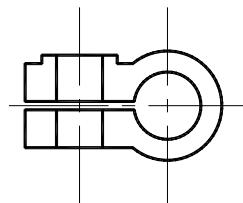

图 7-9 完成上部分轮廓
(5) 修剪掉多余的线, 得到主视图上部分轮廓, 如图 7-9 所示。